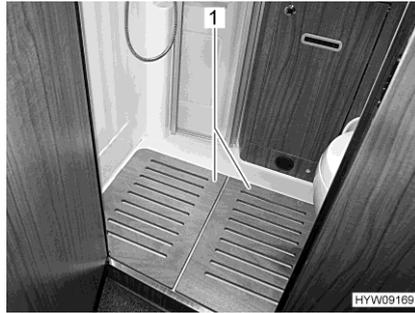

Bild 216 Duschrösteinlage (Beispiel)
- Vor dem Duschen Duschrösteinlage (Bild 216,1) aus der Dusche nehmen.